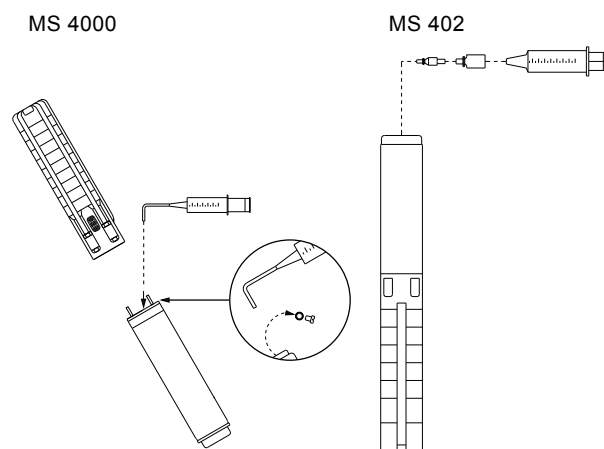

Fig. 2 Position du moteur pendant le remplissage - MS 4000 et MS 402
1. Positionner la pompe immergée comme indiqué à la fig. 2. La vis de remplissage doit se trouver sur le haut du moteur.
3. Injecter le liquide dans le moteur avec la seringue de remplissage jusqu'à ce le liquide déborde. Voir fig. 2.